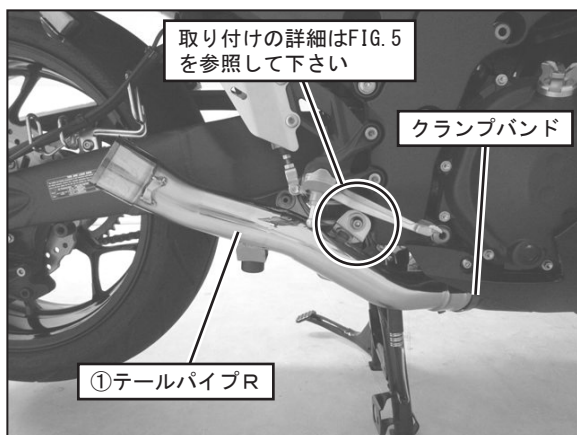

FIG. 4
6. ①テールパイプRのステーを、純正ボルト、純正ワッシャ、純正ナットを使用して仮締めして下さい。（FIG. 4, 5 参照）